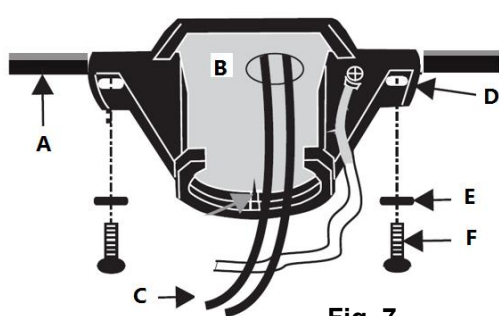

Fig. 7
Pase los cables de alimentación eléctrica (C) de la caja de salida del techo (B) a través del centro del soporte de armado en el techo (D). Instale el soporte de montaje en el techo (D) en la caja tomacorrientes (B) con los tornillos de armado (F) suministrados con la caja tomacorrientes y las arandelas (E) incluidas con el ventilador. **Fig. 7**